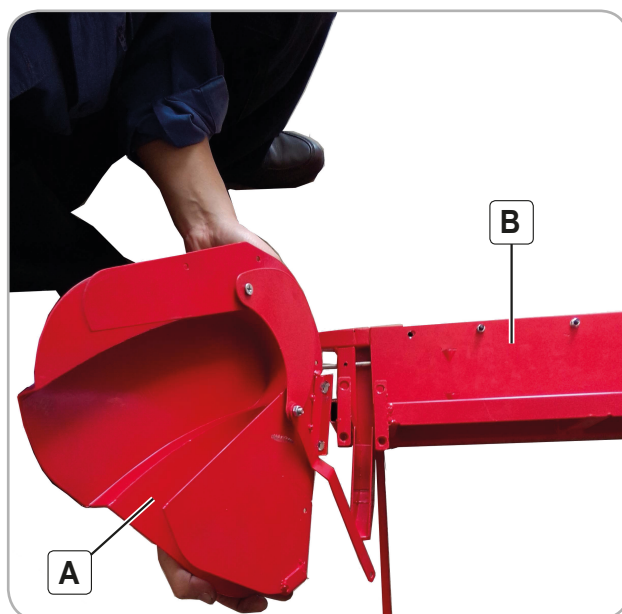

Fig.7a
Montați Protecția interioară pentru Disc (A) cu Masa de lucru cu picioare (B) prin intermediul a 4 suruburi M6x15, cu 4 șaibe plate Ø6 și strânse cu 4 piulițe de blocare M6 (vezi Fig. 7a,b).